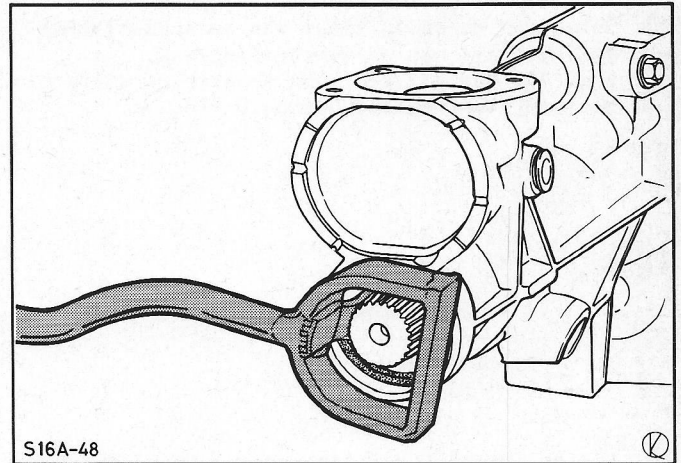

Fig. 7 Oliekeerring m.b.v. speciaal gereedschap uit versnellingsbakstaartstuk verwijderen.
7. Verwijder de oliekeerring met speciaal gereedschap 21-051 uit het versnellingsbakstaartstuk, fig. 7.